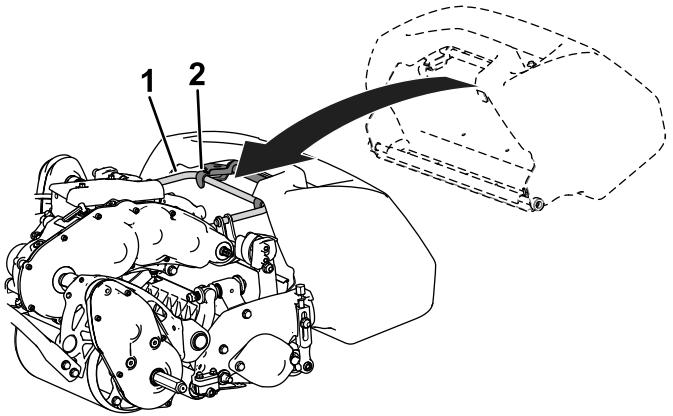

Figura 11
2. Oriente o rebordo do cesto entre as placas laterais da unidade de corte e sobre o rolo frontal (Figura 11).
3. Instale os ganchos do cesto por cima do arco da estrutura (Figura 11).